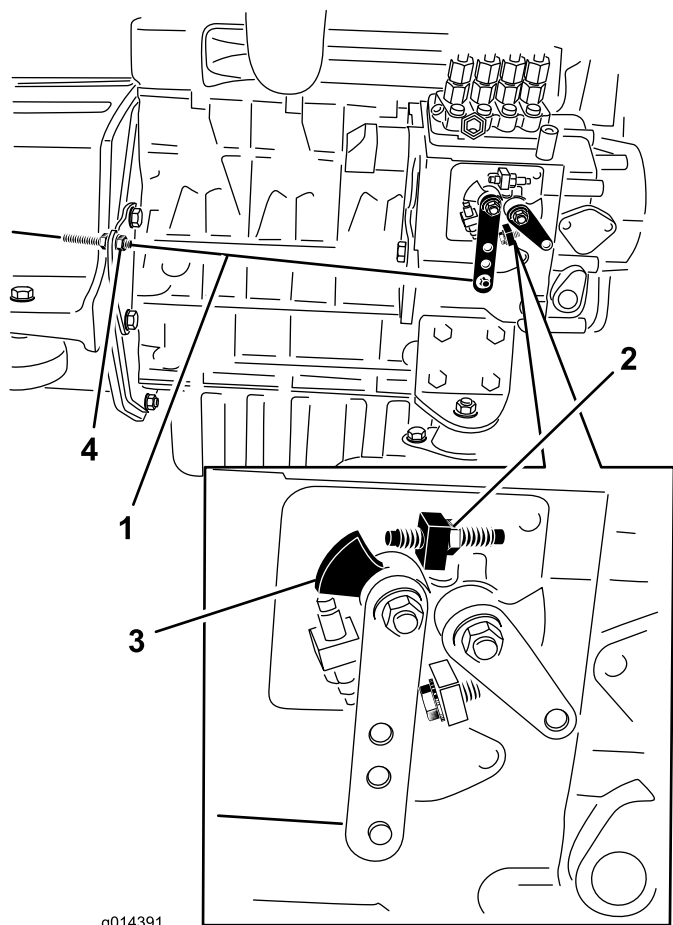

Figure 46
2. Vérifiez la position du levier de commande de régime sur la pompe d'injection du moteur. Le levier de commande de régime doit toucher la vis de haut régime lorsque la manette d'accélérateur est en position haut régime (verrouillage) (Figure 46).
3. La position des écrous de blocage du câble de commande d'accélérateur peut être ajustée au besoin jusqu'à ce que le levier de commande de régime touche la vis de haut régime lorsque le levier est en position haut régime (verrouillage) (Figure 46).